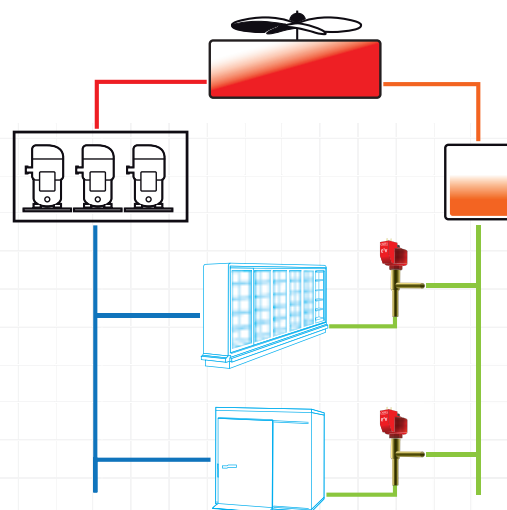

Fig. 3
- impianto standard con valvole di espansione elettroniche e conseguente logica di regolazione (utilizzo del setpoint di condensazione flottante in funzione della temperatura ambiente) (Fig.3);